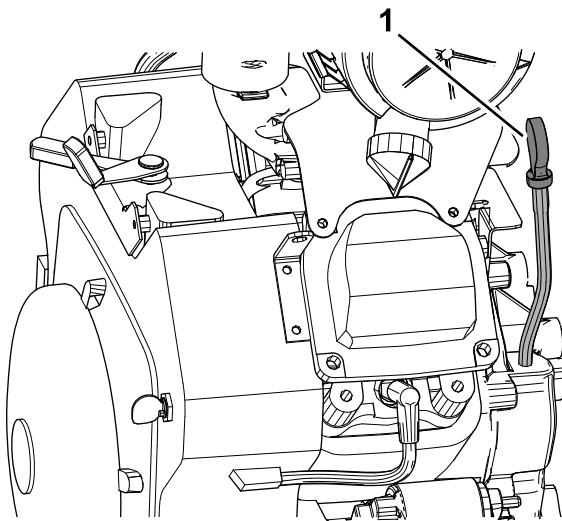
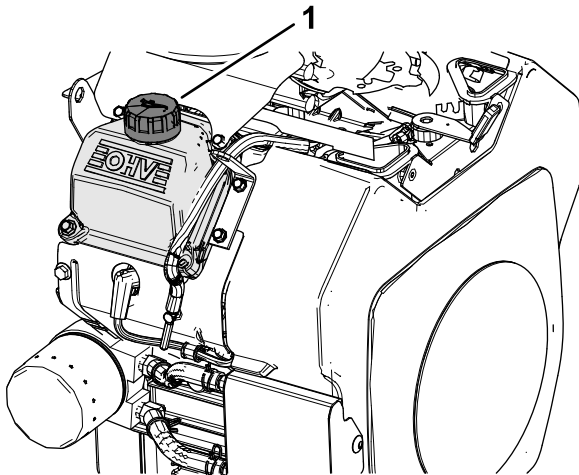

Figura 28
Figura 29
- Pulite l'area attorno all'asta di livello e il tappo di rifornimento dell'olio del coperchio della valvola (Figura 28 e Figura 29).
3. Estraete l'asta di livello e pulitene l'estremità (Figura 28).